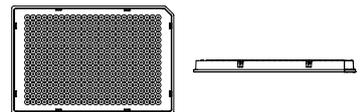

Abbildung 4: Ansicht einer 384 Well Microplatte mit seitlichem Rand und einer Aussparung, passend für ABI
1. 384 Well Microplatte mit seitlichem Rand, passend für ABI (Abb. 4)